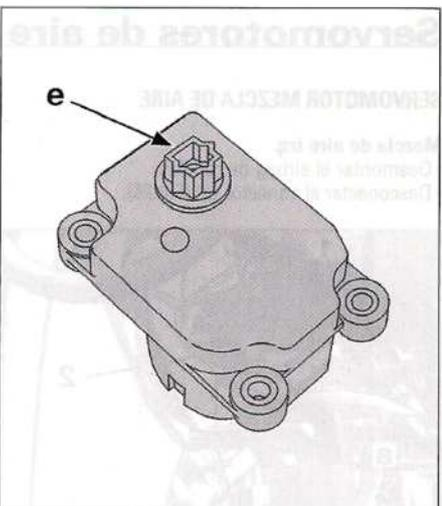

FIG. 29
- Desmontar los tornillos (8), y el servomotor de entrada de aire (7).
- Al montar, proceder a la inversa del desmontaje y alinear los posicionadores (e) (Fig.29), de los servomotores.